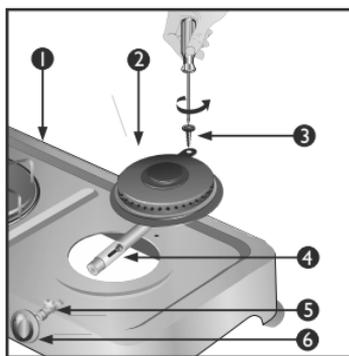

Figura 1
- Cuando la fuente de calor esté fría, retírela de la mesa (Ver figura 1)